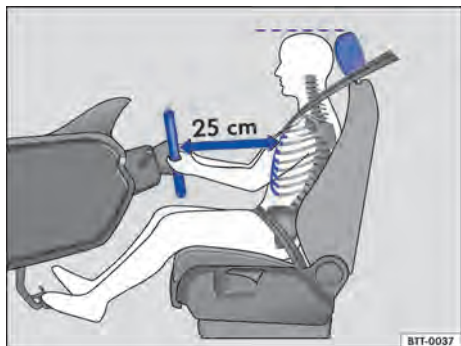
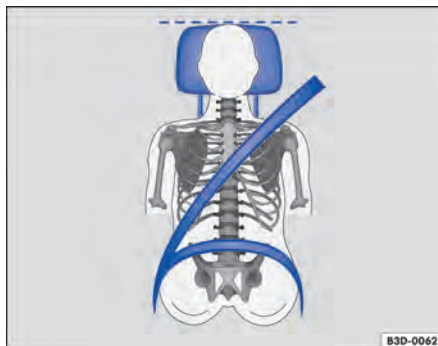

Fig. 38 A distância correta entre o condutor e o volante deve ser de, no mínimo, 25 cm.
Fig. 39 Posição correta do cadarço do cinto de segurança e ajuste correto do apoio para cabeça.
- Ajustar o apoio para cabeça de modo que a sua borda superior se encontre preferencialmente na mesma linha da parte superior da cabeça – porém não abaixo da altura dos olhos. Posicionar a parte posterior da cabeça o mais perto possível do apoio para cabeça ⇒ Fig. 38 e ⇒ Fig. 39.
- Ajustar o volante de modo que a distância entre ele e o tórax tenha no mínimo 25 cm ⇒ Fig. 38 e que o condutor possa segurar o volante pela borda externa com as duas mãos e os braços ligeiramente dobrados.